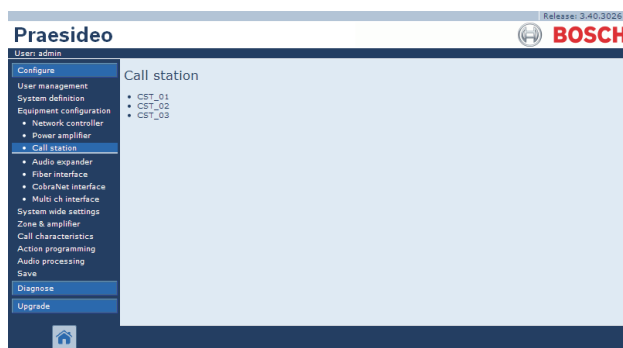

figure 44.27 : Configuration d'un pupitre d'appel, étape 1
- 1 Allez à *Configure > Equipment configuration > Call station*. Un écran semblable à celui de la figure 44.27 s'affiche dans le cadre principal de l'interface Web.